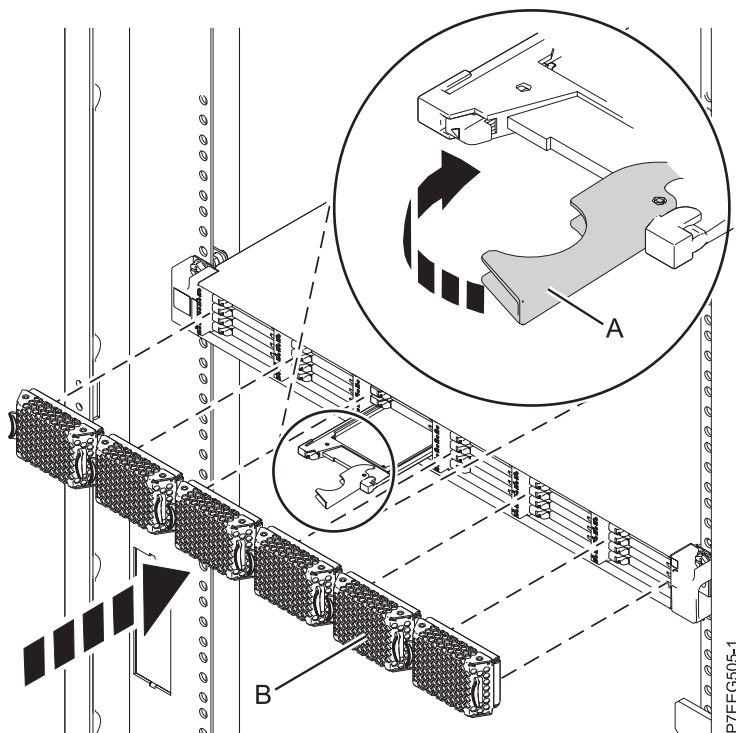

Figure 22. Remplacement d'une unité SSD dans l'armoire de stockage PCIe EDR1.
3. Tournez la poignée de verrouillage (A) pour la mettre en position verrouillée, comme indiqué à la figure 22, à la page 34.
4. Installez le panneau (B).